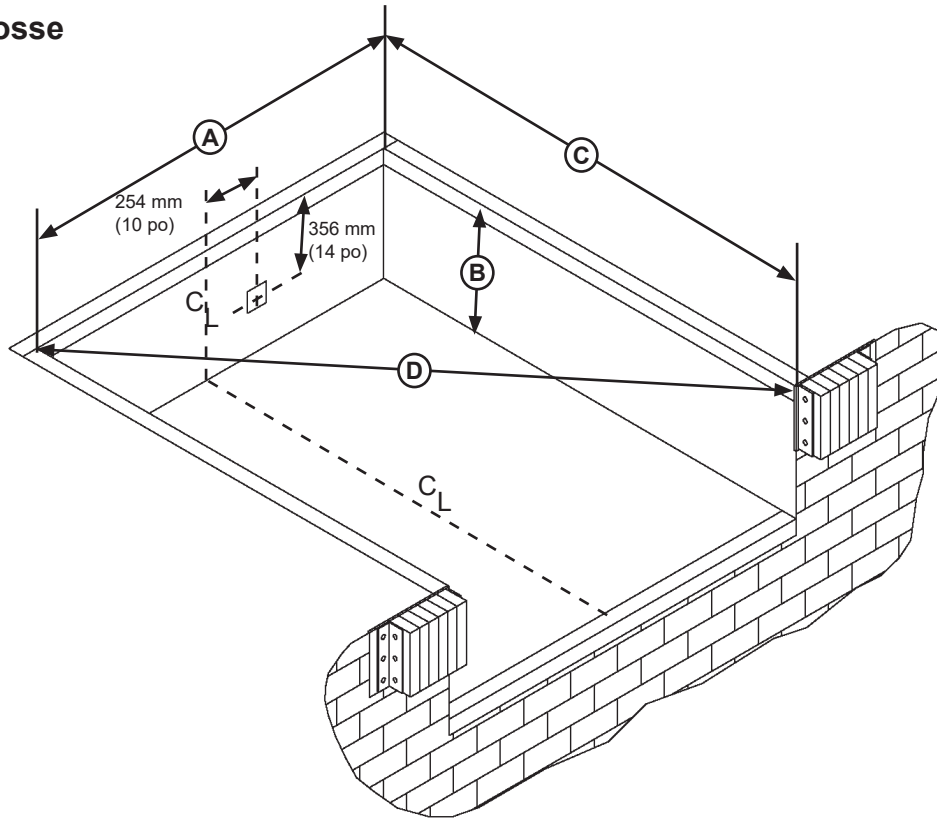

Figure 5
2. Vérifier que la construction de la fosse du niveleur de quai est entièrement conforme aux plans de fosse approuvés/certifiés. Vérifier que la fosse est d'équerre au moyen des mesures suivantes (voir Figure 5) :